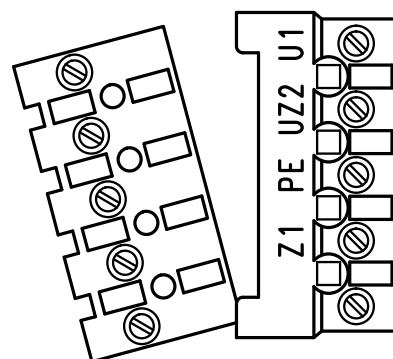

Figura 2: Clavija del motor
- Retirar la clavija del motor U1 / UZ2 / Z1 (figura 2)
- enchufa la clavija del motor U1 / UZ2 / Z1 (figura 2)